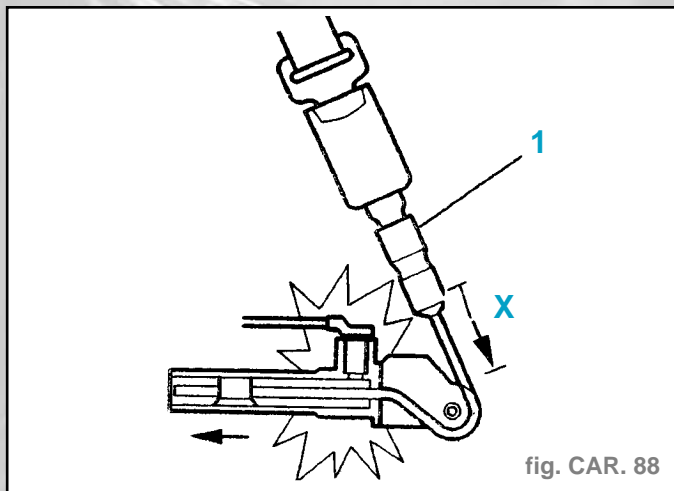

fig. CAR. 88
- Le brin boucle, après déclenchement, se trouve tiré vers l'intérieur de la garniture du siège de 80 mm environ (X) (fig. CAR. 88).